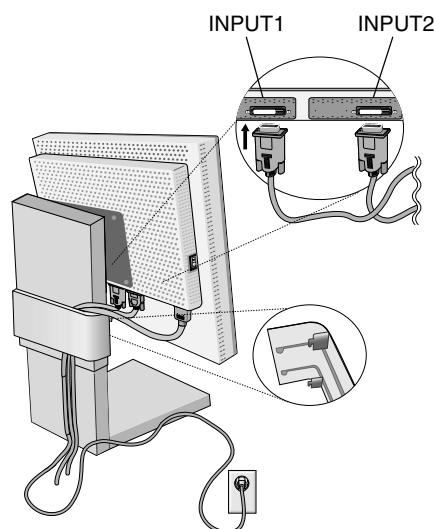

Figure C.1
3. Connectez le câble signal DVI au connecteur situé à l'arrière du moniteur (**Figure C.1**).
Rassemblez les câbles et conservez-les dans le support avec le cache-câbles. Il est possible d'attacher le cache-câbles sur le côté avant ou arrière du support inclinable (**Figures C.1 et C.2**).
4. Connectez une extrémité du cordon d'alimentation à l'arrière du moniteur et l'autre à la prise de courant (**Figure C.1**).